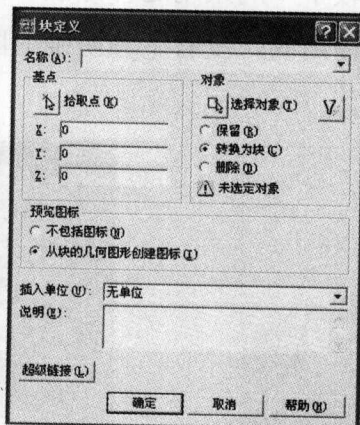

图 1-7
(1) 在清理完 CAD 图形后，单击【块定义】按钮，生成图块，会出现如图 1-7 所示对话框。点击拾取点，选择定位点。点击对象，然后框选所要生成图块的部分，点击确定（可以对当前的对象多次和分别的导入）。
(2) 单击【插入块】按钮，指定定位点插入块，删除块之外的所有图形，另存为一个新文件，命名为**.dwg。或者通过【Ctrl】+【C】键拷贝，再通过【Ctrl】+【V】键粘贴到一个